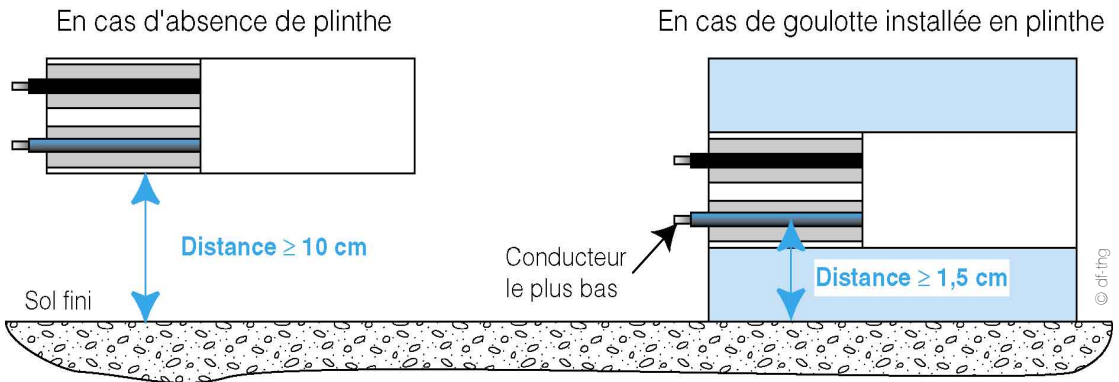

Figure 92 : Conditions de pose en plinthe
- dans le cas d'une pose en plinthe, le conducteur le plus bas doit être au minimum à 1,5 cm du sol fini (figure 92). Une moulure peut être posée en plinthe